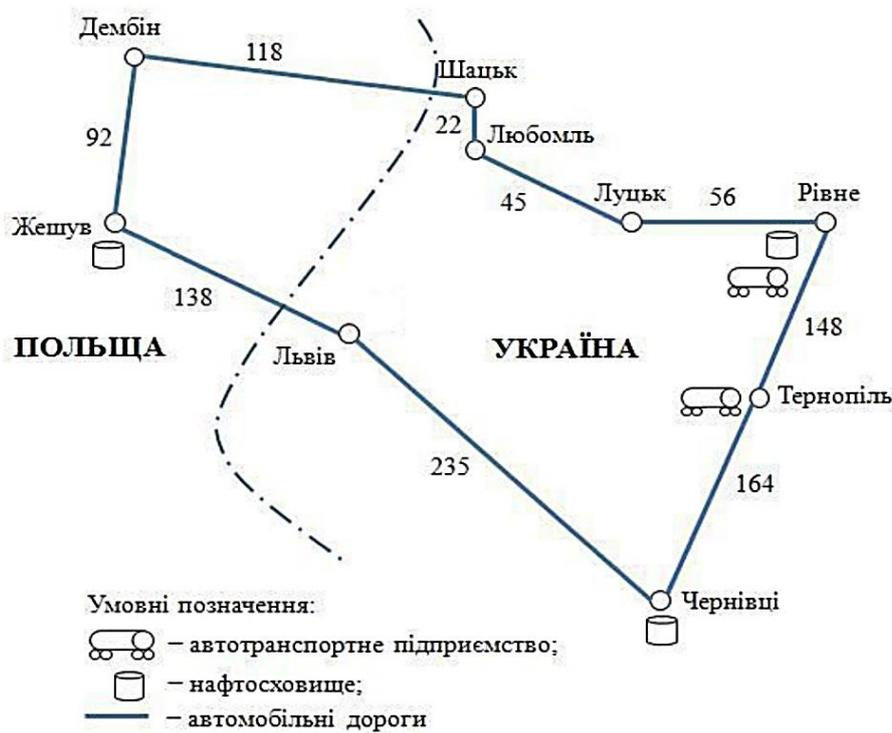

Рис.8.1. Схема розташування транспортних підприємств, перевалочних нафтобаз і нафтобаз споживача
Мережа автомобільних доріг у регіоні, схема розташування транспортних підприємств, перевалочних нафтобаз і нафтобаз споживача показана на рис. 8.1. Числами на схемі зазначені відстані між об'єктами, виражені в кілометрах.
1. Користуючись даними табл. 2.41, а також значеннями відстаней, які зазначені на рис. 8.1, розрахуємо вартість транспортування нафтопродуктів за кожним варіантом.